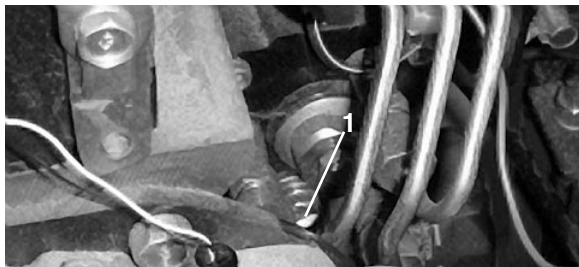

Figure 23
3. Tournez la clé en position contact établi (ON). La pompe d'alimentation électrique se met en marche et force l'air autour de la vis de purge. Laissez la clé à la même position jusqu'à ce que le carburant s'écoule régulièrement par la vis. Resserrez la vis et tournez la clé en position contact coupé (OFF).
4. Desserrez la vis de purge sur la pompe d'injection (Fig. 23) à l'aide d'une clé de 10 mm.